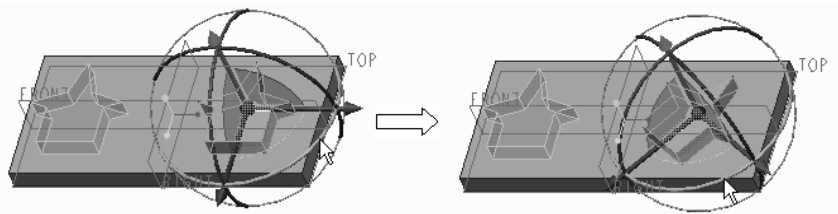

图 9-17 使用拖动器旋转选定图形几何
⑥ 将鼠标指针置于如图 9-17 所示的一个控制弧处按住并拖动，拖到预定位置处释放鼠标左键，即可旋转选定图形几何。